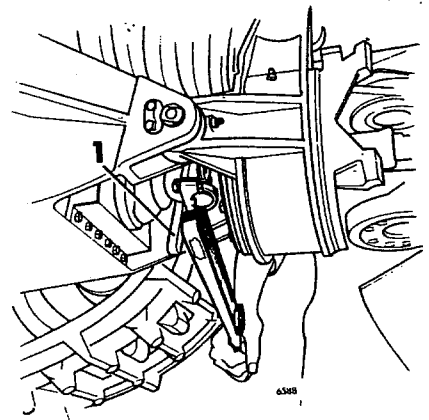

Fig 14-32. Fastsättning av bakre kardanknut
3. Sätt fast kardanaxeln och sätt ihop kardanknuten. Se till att nållagens hållbleck kommer i urtagen. Dra krampornas muttrar 25 Nm (18 lb. ft.), se fig 14-32.